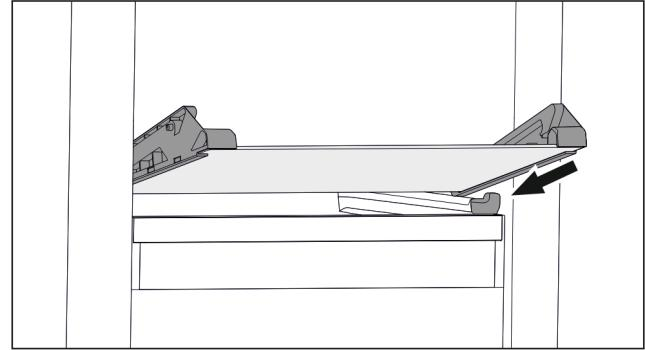

Fig. 132 Skleněná deska odklápěcí zásuvky
- Nasadte skleněnou desku šikmo za zarážky. (viz Fig. 132)